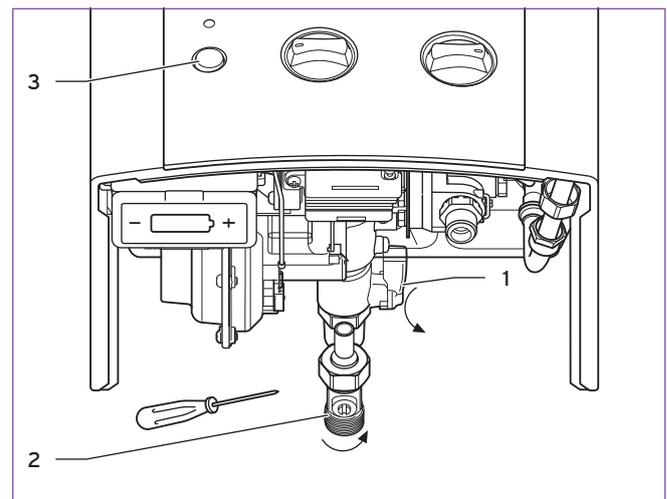

Abb. 4.6 Außerbetriebnahme
- Schließen Sie das Kaltwasserabsperrentil (2) gemäß Abb.4.6.